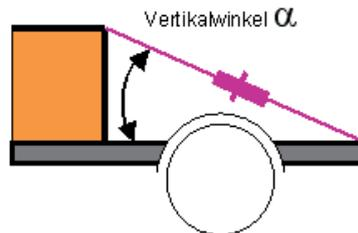
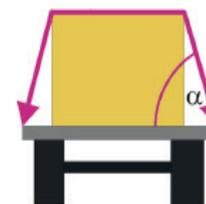

Bild 1: Vertikalwinkel α
Bild 3:
- α = Vertikalwinkel (Winkel zwischen Ladefläche und Kettenstrang - siehe Bild 1 und Bild 3)